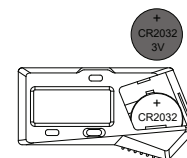

fig.2
- Coloque a pilha CR2032 no compartimento da pilha, o lado positivo da pilha (+) deve ficar virado para fora (fig.2)